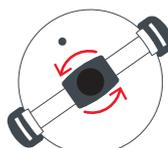
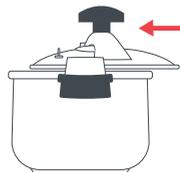
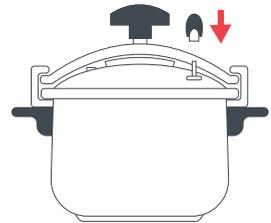
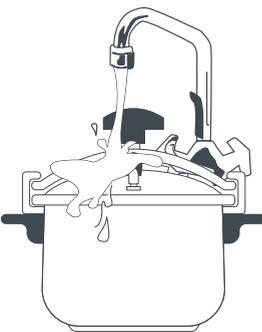

Fig.6
Fig.7
Fig.10
Fig.11
**2** Con el pomo situado en su posición inferior (rotándolo en sentido contrario a las agujas del reloj) (Fig. 6) coloque la tapa sobre el cuerpo (Fig. 7) acoplando los extremos de la ballesta a cada orejón y asegúrese de que queda bien encajada deslizando los dedos alrededor de la misma.
Para utilizar este método, retire la olla a presión del quemador y deje que la presión disminuya naturalmente. Dependiendo de la cantidad de comida y de líquido, esto le puede llevar entre 10 y 15 minutos. Una vez que la olla se haya enfriado, retire la válvula giratoria para liberar la presión (Fig. 10). Si todavía queda algo de presión en el interior de la olla, esta será expulsada a través de la chimenea.
Con la olla en el fregadero, deje correr agua fría sobre la tapa (Fig. 11). Una vez haya bajado la presión, retire la válvula giratoria (Fig. 10) y espere a que el vapor se haya disipado completamente. Este método se utiliza cuando es necesario liberar la presión lo antes posible. Principalmente en la preparación de verduras, mariscos u otros alimentos delicados que se cocinan en exceso con facilidad. Una vez que la presión ha sido liberada, abra la olla girando el pomo en sentido contrario a las agujas del reloj hasta que la ballesta quede en la posición más baja que pueda llegar (Fig. 6). Deslice la tapa horizontalmente hasta retirarla completamente (Fig. 7). Abra la olla a presión con precaución, mantenga la cara y el cuerpo a cierta distancia ya que aún puede quedar vapor caliente de la cocción dentro de la olla.